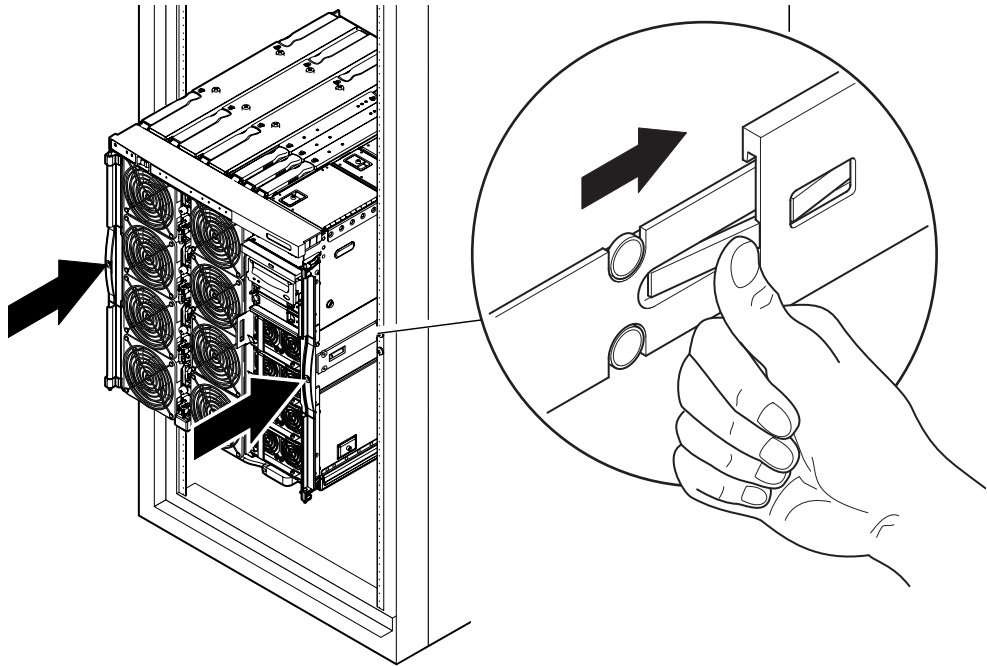

FIGURA 1-11 Colocación del sistema en el mueble
10. Presione los cierres verdes situados en cada riel y empuje el sistema hasta que quede colocado en el mueble (FIGURA 1-11).